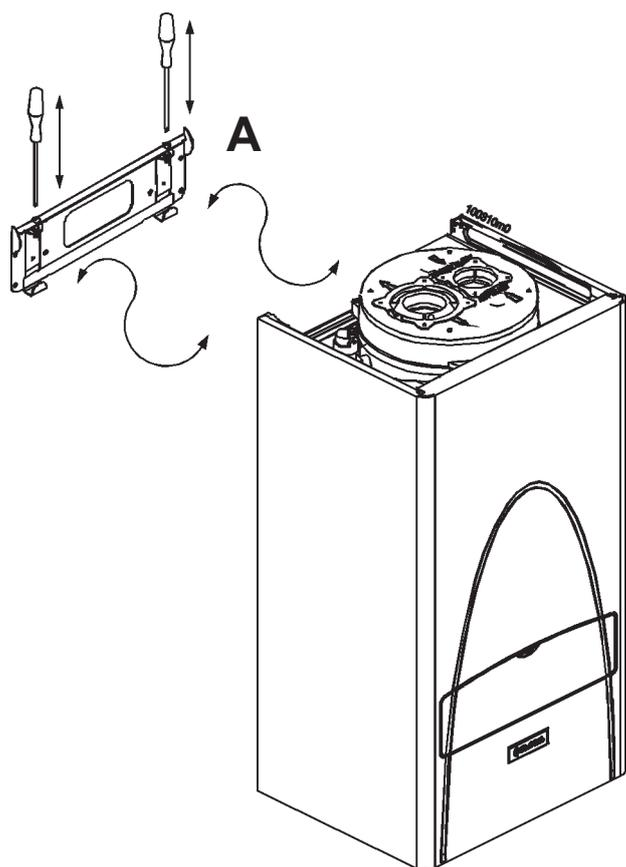

Figura 11 - Piastra regolabile di sostegno(particolare "A")
- fissare la staffa di sostegno A (vedi figura 11), alla parete, con le viti dei tasselli a corredo;
- appendere la caldaia alla staffa A (vedi figura 11);